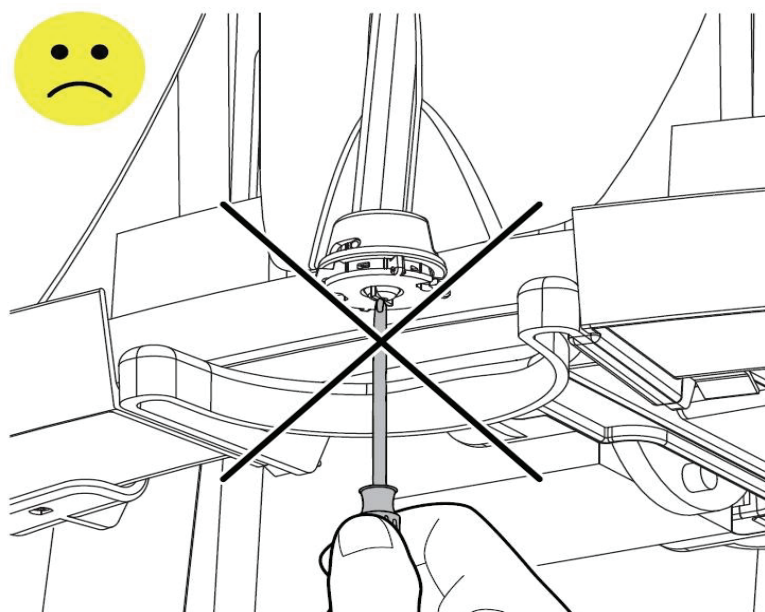

Рис.2
4. Запрещается прочищать выходное отверстие форсунки (рис.2) ковыряя ее подручными средствами!!! Нарушается герметичность резинового клапана, и тем самым увеличивается доступ воздуха в систему. Оставшийся колорант внутри форсунки, будет засыхать намного быстрее - образуя «пробку».